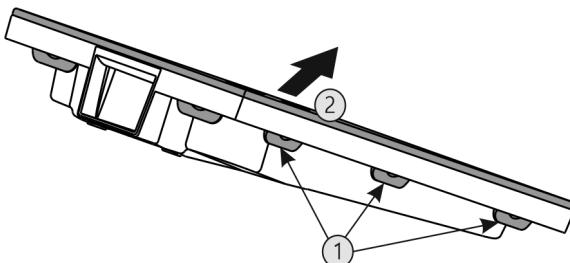

Fig. 38
- Postupne stlačte všetky spony Fig. 38 (1) a odoberte kryt Fig. 38 (2).